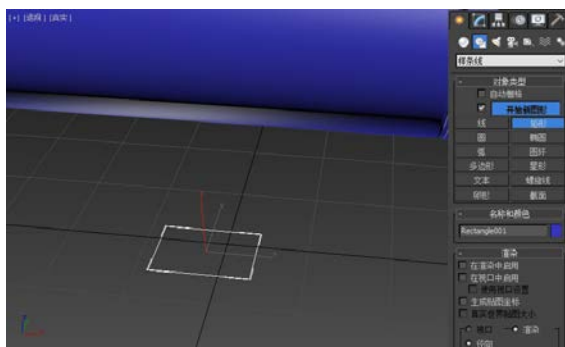

图 3-2-1 创建矩形
STEP 01 单击【创建】→【图形】按钮，进入【图形】面板，在【对象类型】卷展栏中单击【矩形】按钮，在视图中创建一个矩形，如图 3-2-1 所示。